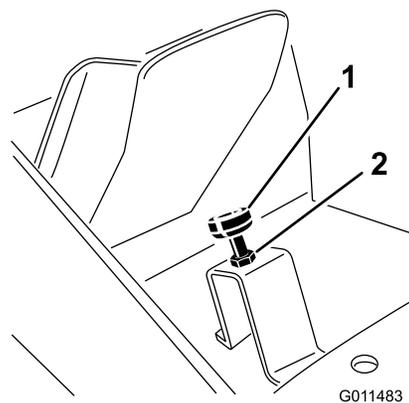

Figura 73
3. Liberte o pedal de tracção e ajuste a paragem mais meia volta de forma a que o pedal contacte a paragem antes de o curso total ser alcançado e, em seguida, aperte as porcas de bloqueio (Figura 73).
2. Pressione o pedal de tracção até que esteja no curso máximo (Figura 73). As porcas de bloqueio podem ter de ser desapertadas e a paragem baixada para alcançar o curso total.